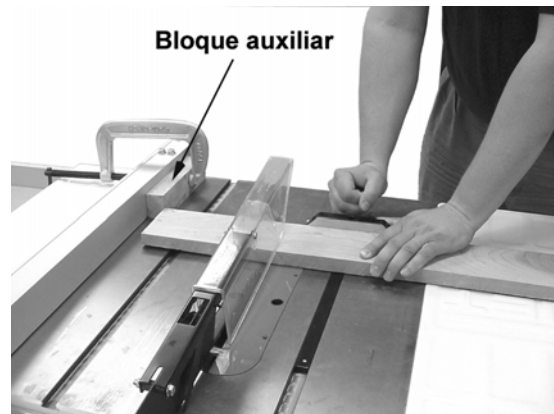

Figura 35
- ❑ No use el calibre de ingletes y la guía para cortar al hilo durante la misma operación, a menos que se use una tabla de refrentado plano (bloque auxiliar) en la guía para permitir que la sección cortada de la pieza de trabajo quede libre antes de que se inicie el próximo corte (consulte la Figura 35).
Nunca se debe hacer a pulso los cortes transversales, ni se debe usar la guía como tope a menos que el bloque auxiliar esté sujeto adelante de la zona de la hoja de manera que la pieza de cortado quede libre del bloque antes de que se inicie el corte (Figura 35).